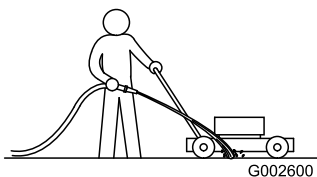

Figura 26
1. Com o motor a funcionar numa superfície pavimentada lisa, deixe correr água em frente da roda traseira **direita** (Figura 26).